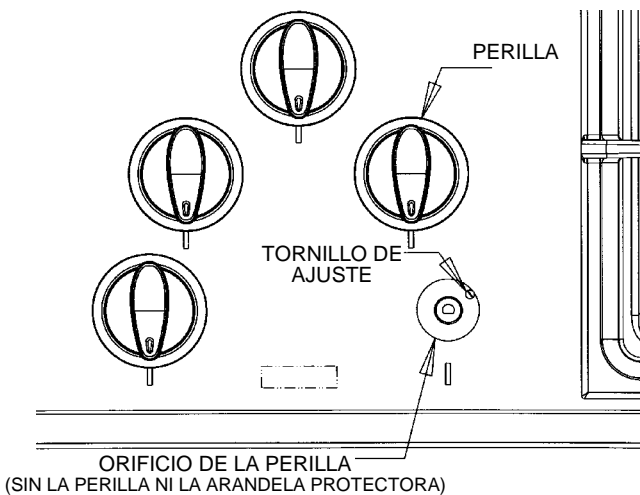

FIGURA 12
## C. AJUSTE DE LA LLAMA BAJA (Vea la figura 12)
3. Encuentre el tornillo de ajuste de la válvula. Vea la figura 12.
4. Encuentre el tornillo de ajuste de la válvula. Vea la figura 12.